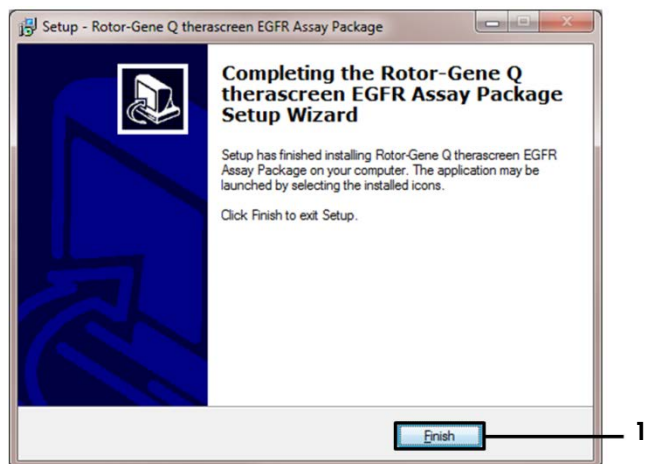

Figura 43. Concluindo o assistente de instalação [(1 = “Finish” (Concluir))].
6. A instalação é iniciada automaticamente. Depois de terminar a instalação, uma caixa de diálogo final do “Setup Wizard” (Assistente de instalação) abre. Clique em “Finish” (Concluir) para sair do assistente (Figura 43).